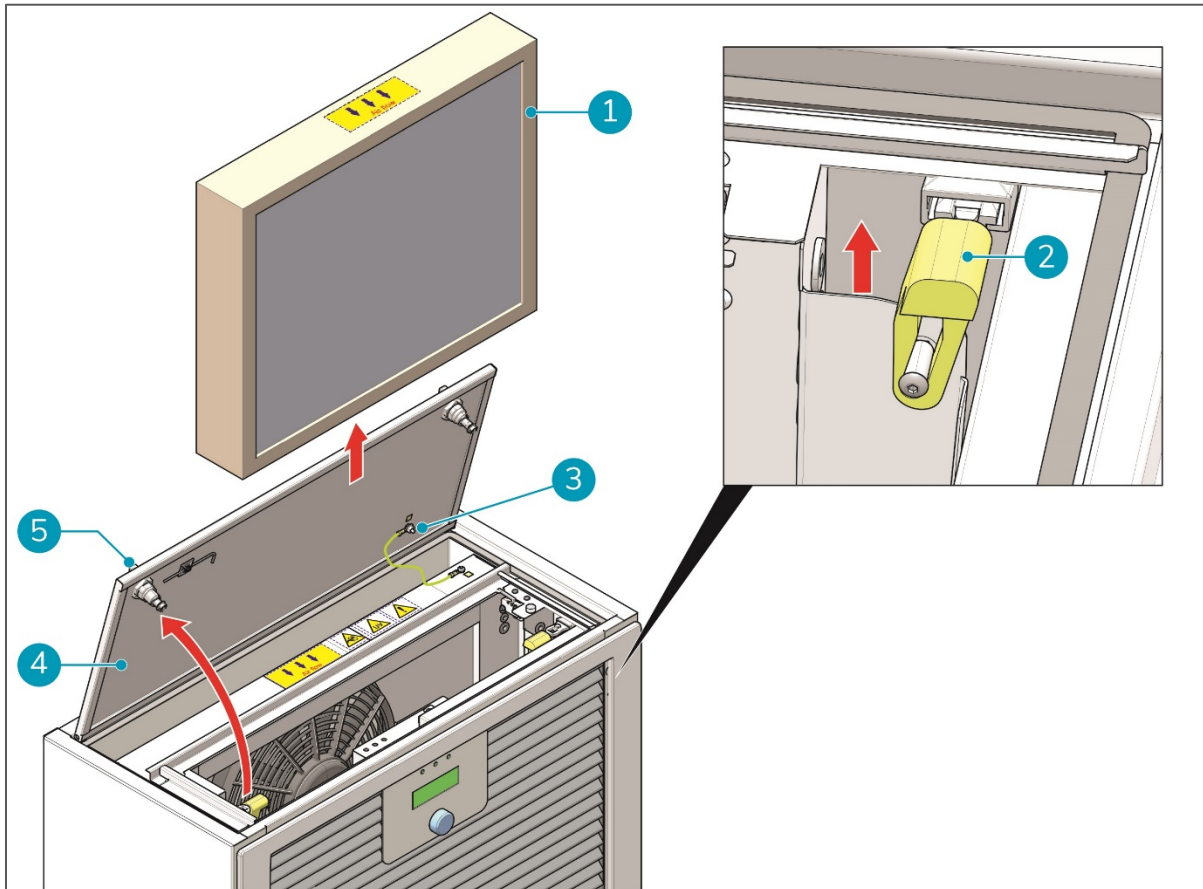

Abbildung 20
1. Drehen Sie die beiden Verriegelungen (Abbildung 20, Pos. 5) der Abdeckung des HEPA-Hauptfilterfachs (Abbildung 20, Pos. 4) entgegen dem Uhrzeigersinn, um die Abdeckung zu lösen.
**HINWEIS:** Ein Erdungskabel (Abbildung 20, Pos. 3) verbindet die Abdeckung mit dem i-air Pro. Lösen Sie dieses Kabel **NICHT**.
3. Ziehen Sie die beiden gelben Verriegelungen (Abbildung 20, Pos. 2) nach oben, um den Filter zu lösen.
4. Ziehen Sie den Filter (Abbildung 20, Pos. 1) vorsichtig aus dem Fach.